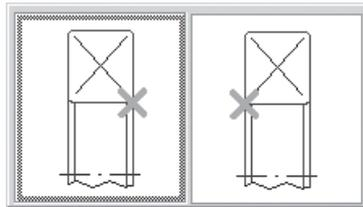

Рис. 3.44. Варианты привязки подшипника
- щелкните дважды или правой кнопкой мыши в окне **Вариант привязки**. Появятся варианты привязки подшипника к базовому торцу, см. рис. 3.44. При выборе первого варианта подшипник будет привязан к правому торцу ступени выбранной ступени вала, а при выборе второго – к левому;